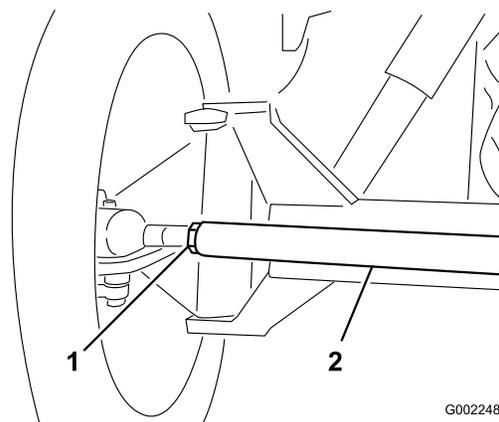

Figura 85
3. Se a medição obtida não corresponder aos valores especificados desaperte as porcas de segurança nas extremidades das barras transversais (Figura 85).